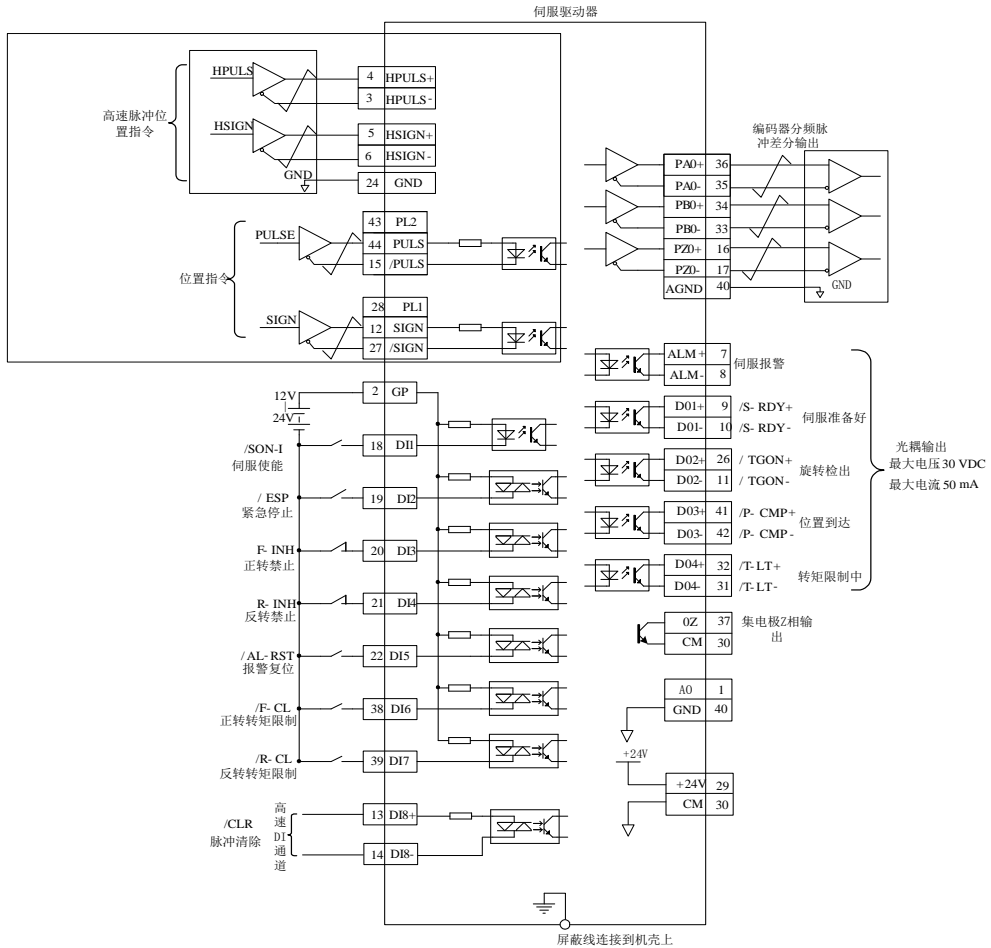

图 6.4.2 外部位置脉冲模式典型接线图
- ◇ 参考图 6.4.2 或图 6.4.6 的配线说明,进行 DI/DO 信号的连线;